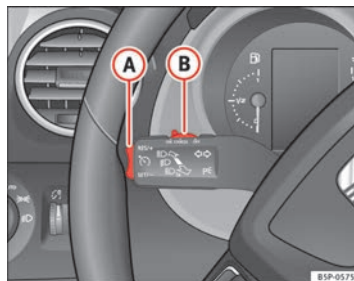

Fig. 152 Levier des cli-gnotants et des feux de route : commutateur et touche basculante pour régulateur de vitesse
- Déplacez la commande ⇒ fig. 152 (B) vers la gauche pour la régler sur **ON**.